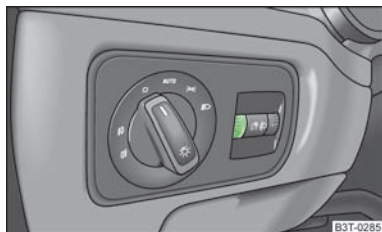

Fig. 35
- > Faites tourner le sélecteur  fig. 35 sur l'intensité souhaitée pour l'éclairage de l'instrumentation.